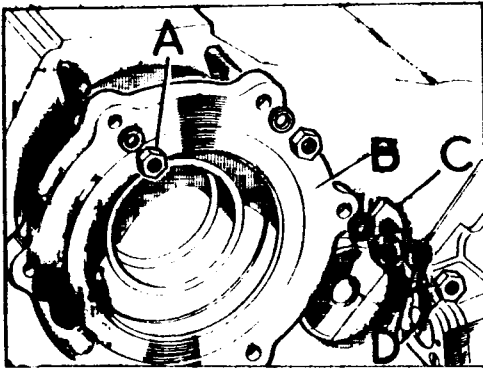

Fig. C-28 Caja del cojinete trasero - del eje de salida
- 1.4. Desmontar la caja, B (Fig. C-28) del cojinete trasero del eje de salida, o si la lleva instalada, la toma de fuerza, soltando las tuercas, D, y retirar la tapa retén del eje intermedio.
- 2.6. Fijar el eje por medio de la placa retén, arandela y tuerca (Fig. C-28).